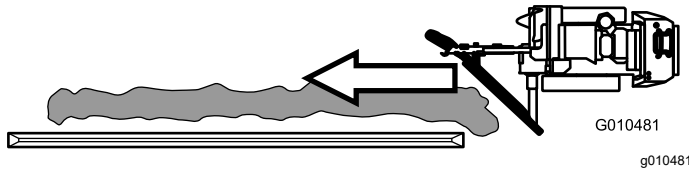

Figura 6
1. Conduzca la zanjadora con la hoja enganchada hasta el final de la zanja. Oriente la hoja justo detrás de la montaña de restos de modo que el extremo izquierdo de la hoja se superponga con el lado derecho de la zanja (Figura 6).